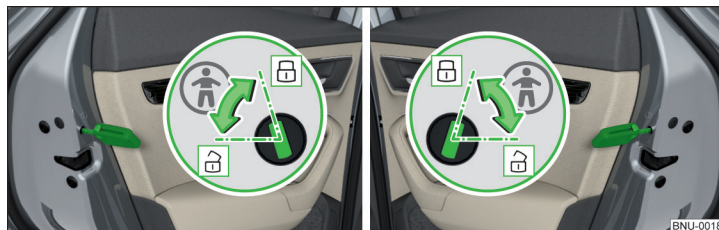

Fig. 52 Puerta posterior: Conectar/desconectar el seguro para niños
- Para **encender**, girar el fusible con la llave del vehículo en la posición  » fig. 52.